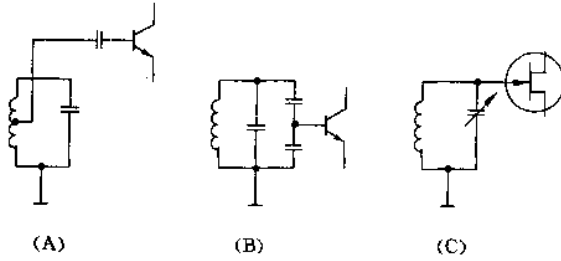

图 2-46
(1) 无绳电话机中输入电路的接入方式是由高放管决定的。用晶体管作为高放管时,由于晶体管的输入阻抗很小,一般在 $1k\Omega$ 以下,为减小管子对输入回路的旁路的选择性产生严重影响,必须经电感抽头或电容分压的方式接入电路,如图 2-46(A)和(B)所示。
在场效应管作为高放管时由于场效应管的输入阻抗很高,一般为 $10^6 \sim 10^8\Omega$,可直接与输入回路相连接,如图 2-46(C)所示。